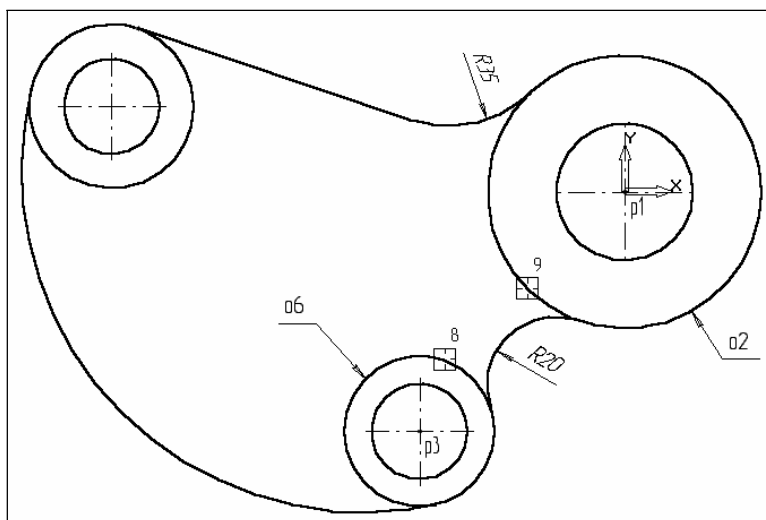

Рис. 3.19.
18. Самостійно побудуйте плавне сполучення кола об та кола о2 дугою радіусом 20 мм, рис. 3.19.